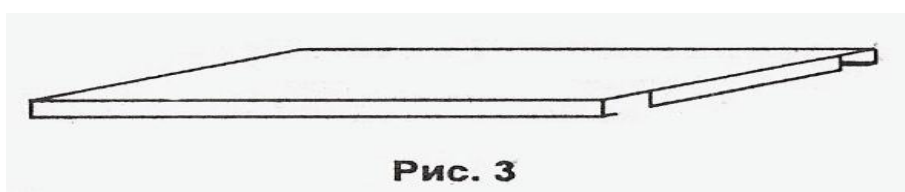

Рис. 3
**Полки шкафа.** На нижней поверхности имеют усилитель и два уголка, входящие в захваты в боковых стенках (рис.3)